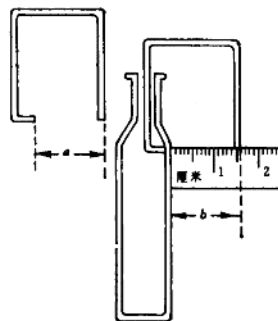

图 1-6
1. 我们可以自制一个简易工具测壁厚。用金属丝弯折成如图 1-6 的形状，用毫米刻度尺量出金属丝两端间距，设间距为  $a$  毫米。